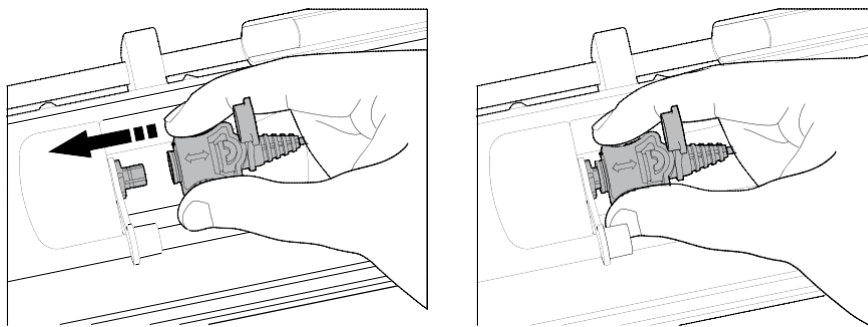

Рисунок 7. Присоединяем наушники
- 7) Чтобы присоединить наушники, снимите пылезащитные колпачки с разъема наушников и их гнезда. Аккуратно придерживайте наушники за резиновую манжету с помощью большого и указательного пальцев, двойная стрелка должна быть сверху (Рисунок 7). Совместите разъем с гнездом наушников и плотно зафиксируйте манжету на гнезде наушников.